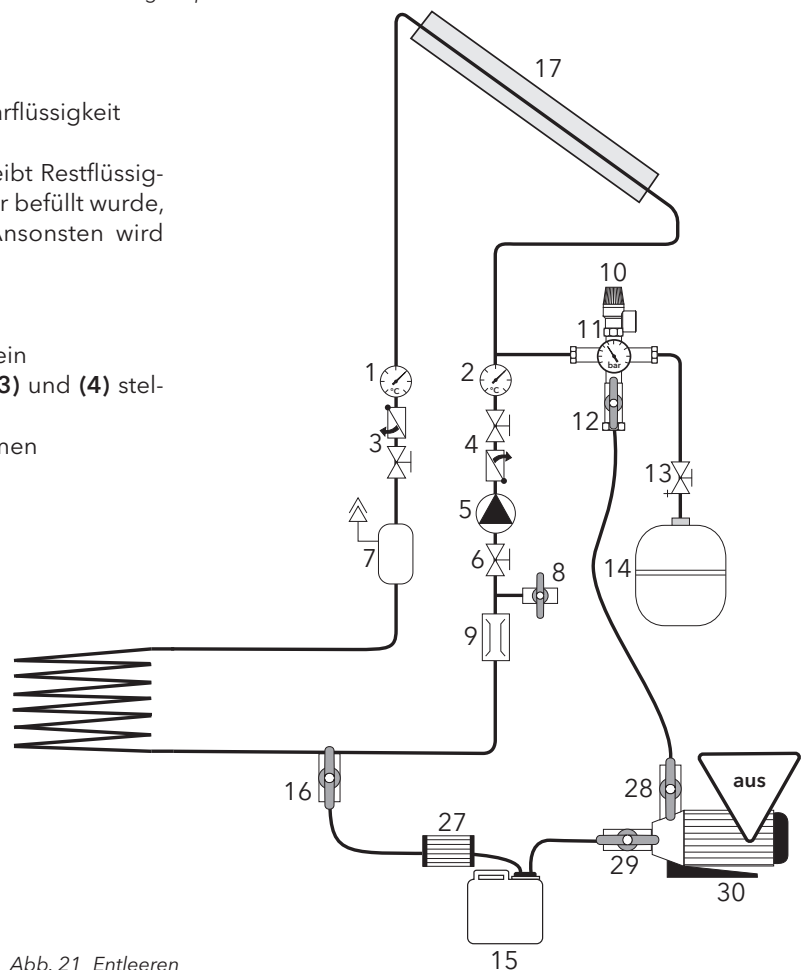

Abb. 21 Entleeren
- Befüllpumpe (30) muss ausgeschaltet sein
- Kugelhähne und Schwerkraftbremsen (3) und (4) stellen wie in Abb. 21
- Saugschlauch von KFE-Hahn (8) abnehmen und an KFE-Hahn (16) anschließen
- KFE-Hahn (16) öffnen
- KFE-Hahn (12) öffnen